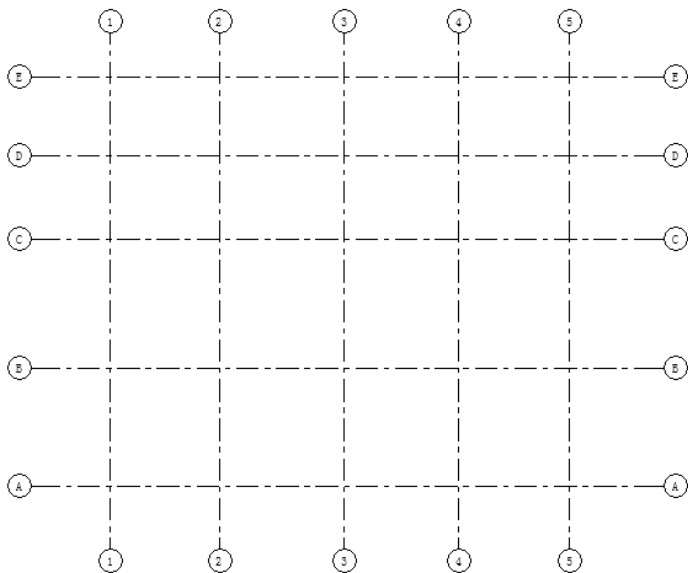

图 4-51 更改轴编号
(5) 双击轴号，输入新的轴编号，竖直方向更改为字母，从 A 开始，结果如图 4-51 所示。